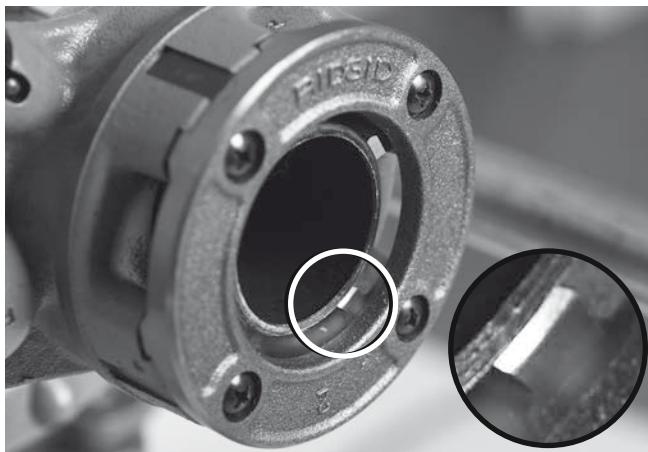

Figur 17 - Skyver manuell gjengemaskin inn på røret for å sette inn bakker
Plasser gjengehodet over enden av røret som vist i Figur 17. Hvil gjengehåndtaket på støttestanden på brytersiden. Hold enden av gjengemaskinhåndtaket med venstre hånd. For å unngå klemeskader må du ikke plassere hender eller fingre mellom gjengemaskinhåndtaket og støttestanden. Hold håndtaket i kontakt med støttestanden. Påfør olje på enden av røret og bakkene.
2. Trykk med høyre håndflate mot dekkplaten til gjengehodet, og hold gjengehodet mot enden av røret (Figur 17). Trykk inn fotbryteren. Ikke bruk hanske, smykker eller en klut mens du trykker på dekkplaten – det øker risikoen for innvikling og skade. Hold hendene borte fra det roterende røret. Når bakkene griper inn, blir gjengene kuttet mens gjengebakken trekkes mot enden av røret.